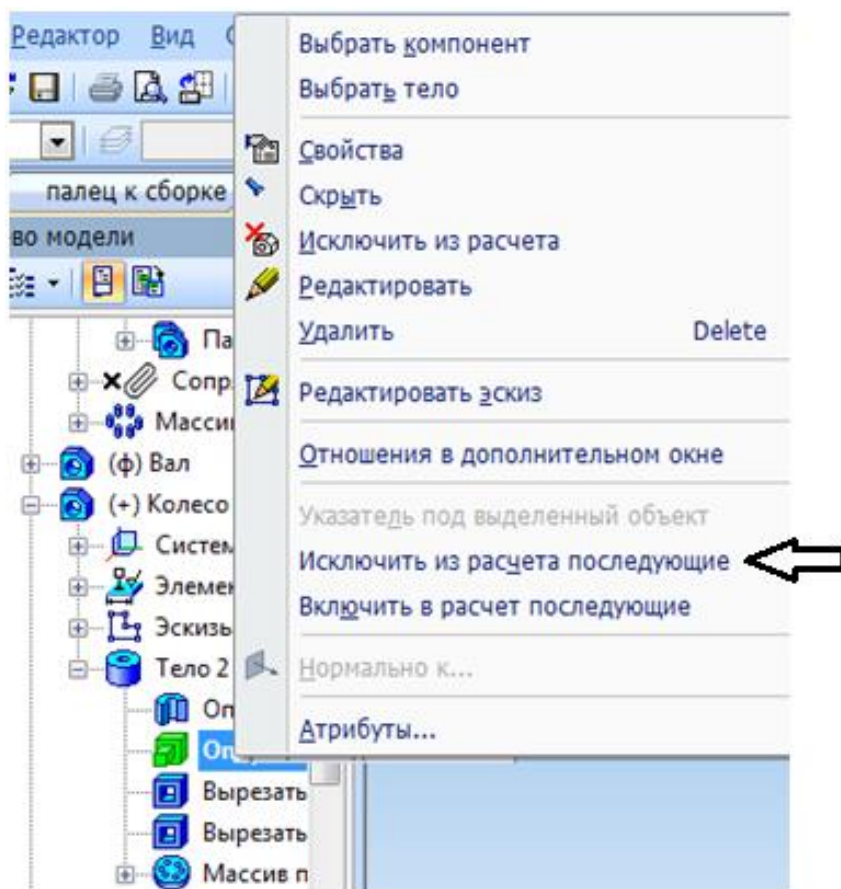

Рисунок 133
2. Чтобы на чертеже зубья колеса не проецировались на плоскость проекций, войдите в файл модели сборки и в дереве построения найдите операцию моделирования зуба – «Эскиз», в контекстном меню, вызываемого по правой кнопке нажмите «Исключить из расчета» (рисунок 133).